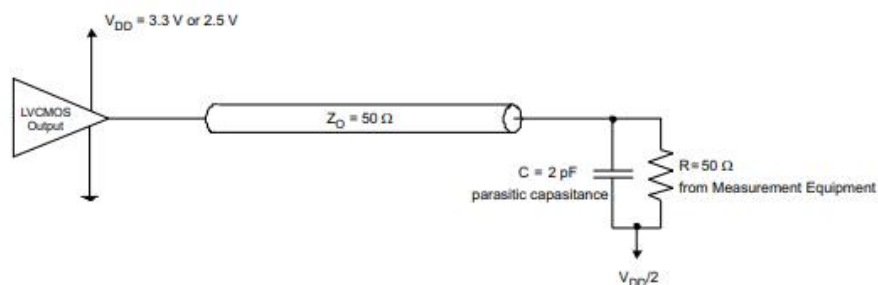

图 1 开关特性测试电路
(1) 所有典型值均为各自的标称  $V_{DD}$ 。对于开关特性，输出端接至  $V_{DD}/2$  的  $50\ \Omega$ （见图 1）。
(2) 功耗计算的公式